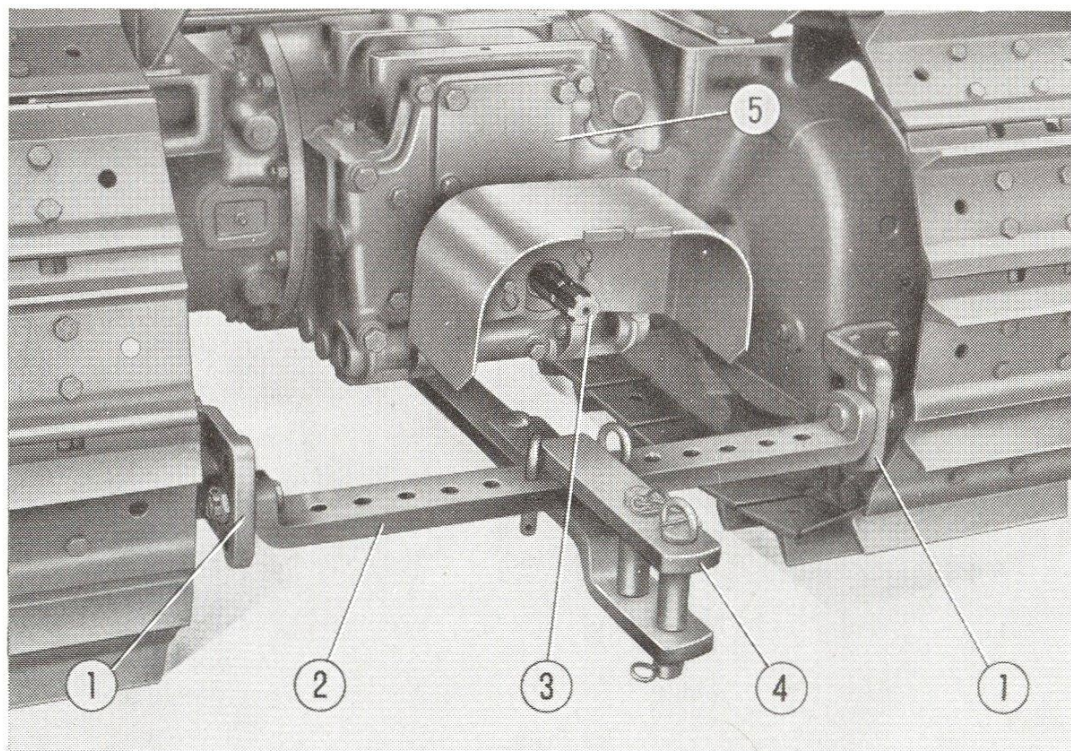

Fig. 10. - Dispositif d'attelage et prise de force.
**Le tracteur est en outre pourvu d'une prise de force supplémentaire** dont l'accès est masqué par un cache-ouverture (5, fig. 10).